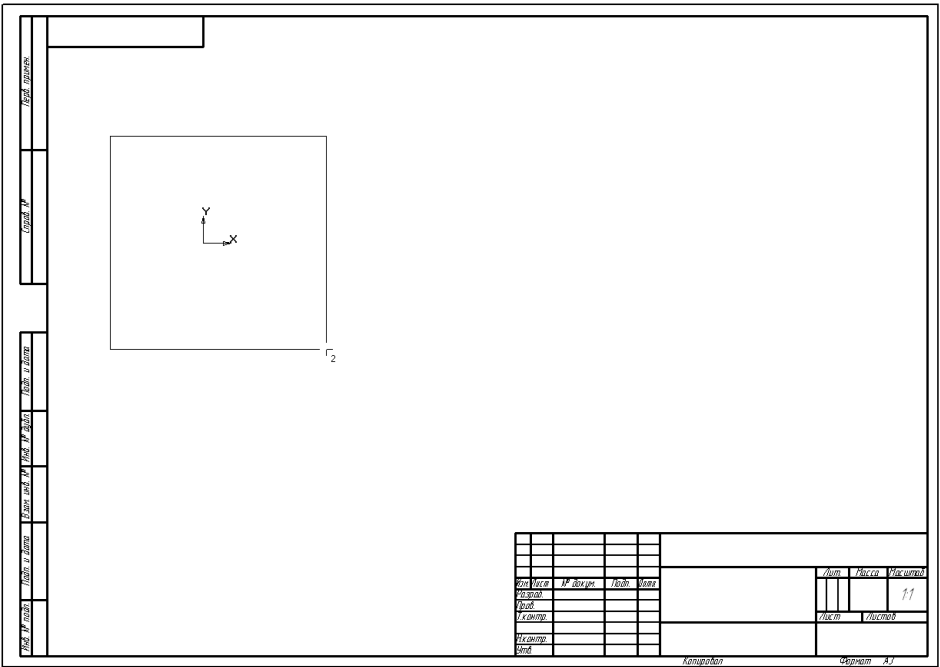

Рис. 51.2. Увеличение масштаба области чертежа
1. Нажмите кнопку **Увеличить масштаб рамкой** на панели **Вид** и увеличьте участок листа в области начала координат вида, как это показано на рис. 51.2.